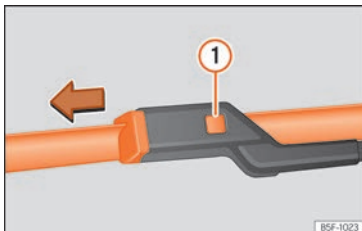

Abb. 40 Scheibenwischerblätter vorne auswechseln.
- Entriegelungstaste »» Abb. 40 ❶ gedrückt halten und gleichzeitig das Scheibenwischerblatt in Pfeilrichtung abziehen.